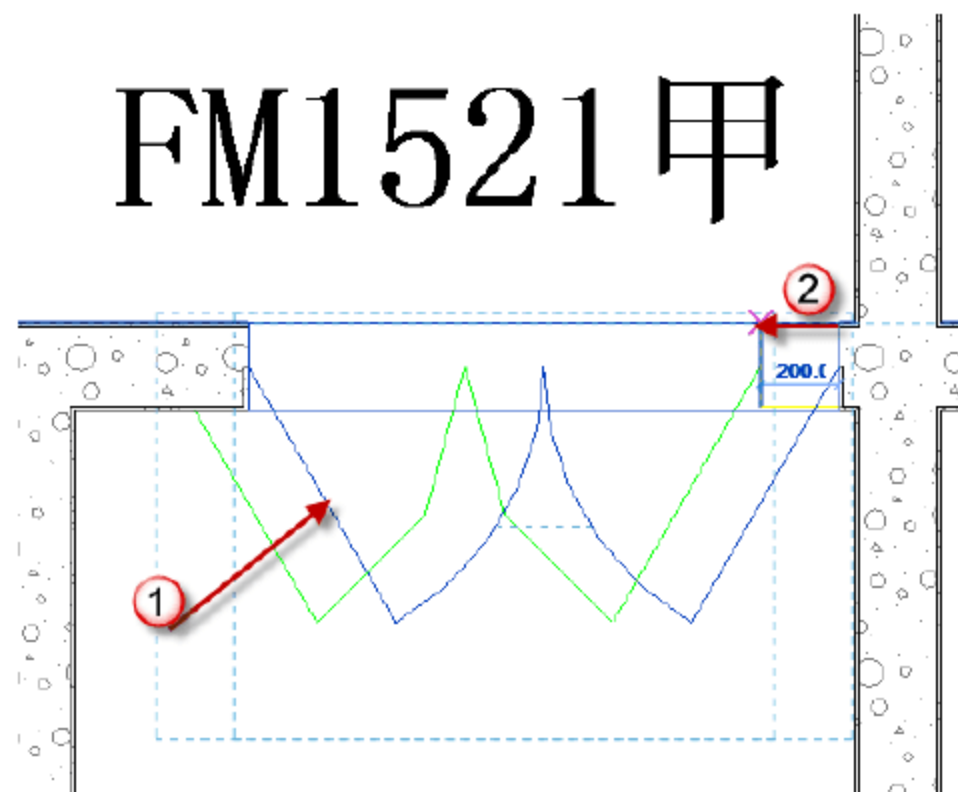

图 9.3.35 移动“FM1521 甲”
(27) 移动“FM1521 甲”族。选择已经插入的门族，按快捷键 M+V，移动“FM1521 甲”，如图 9.3.35 所示。